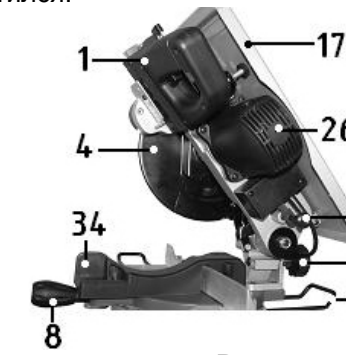

Рис. 7
9.2. Приведение пилы в верхнее и нижнее положение (Рис.7)